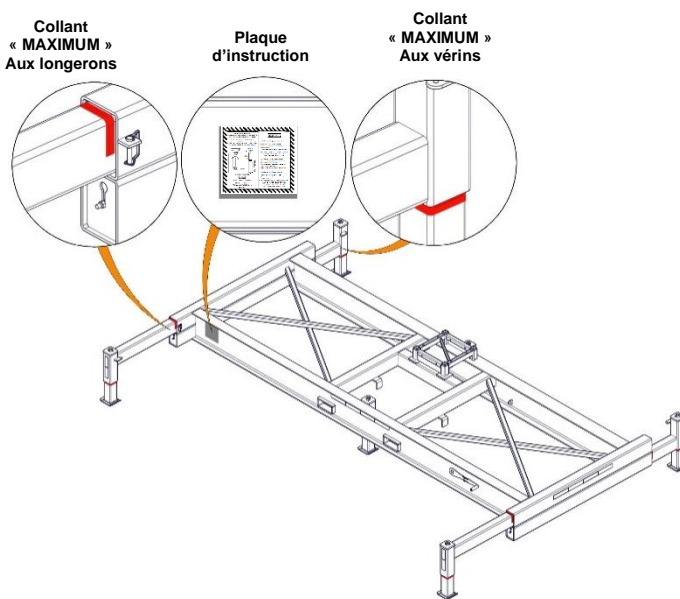

Figure 138 -Autocollants base autoportante 20K
* Les largeurs spécifiées doivent tenir compte des limites imposées par les autocollants MINIMUM et MAXIMUM cités dans les notes plus bas. Note : Le dévers admissible du châssis est de 0,5° MAXIMUM . Note : Il n'y a pas de collants « MINIMUM » (voir Figure 138). Note : Les collants « MAXIMUM » (voir Figure 138) indiquent l'ouverture maximale des longerons.